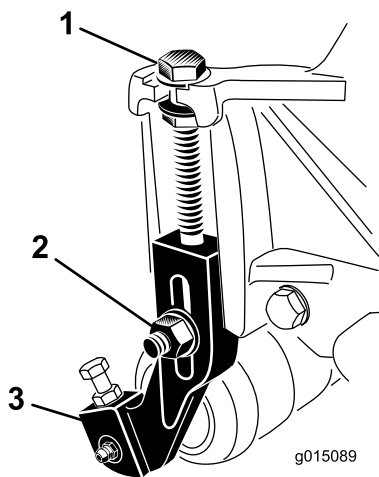

Figura 17
1. Allentate i dadi di bloccaggio che fissano le staffe dell'altezza di taglio sulle piastre laterali dell'apparato di taglio (Figura 17).